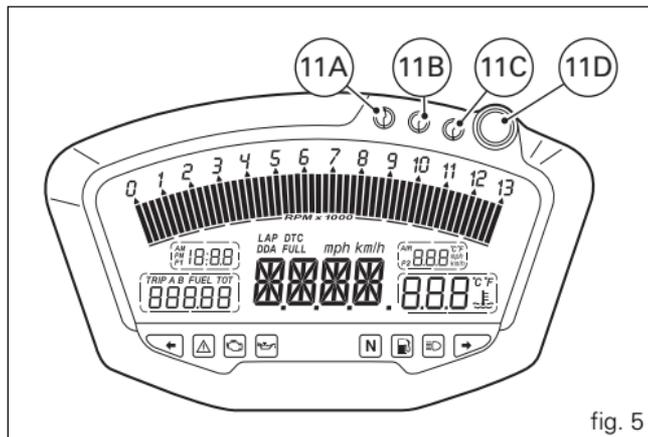

fig. 5
11) Système de contrôle de traction (DTC) (fig. 5).